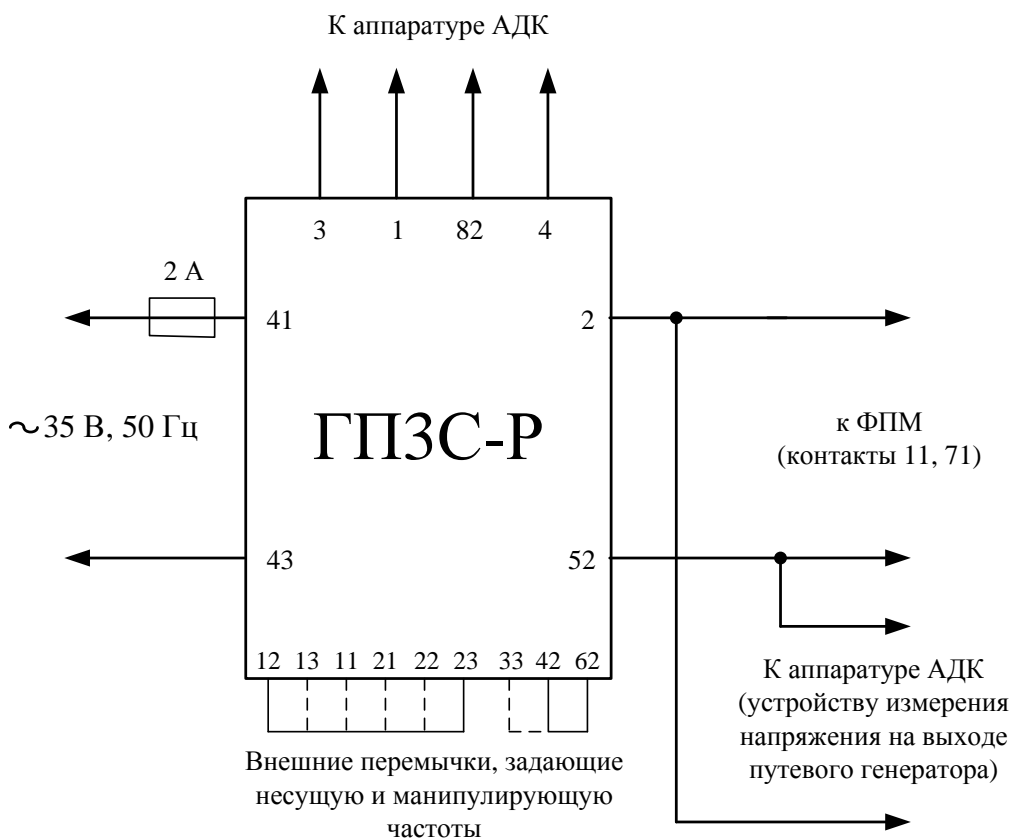

Рисунок 1 – Схема включения генератора ГПЗС-Р
2.2 Включение **генератора** ГПЗС-Р производится по схеме, приведенной на рис.1.